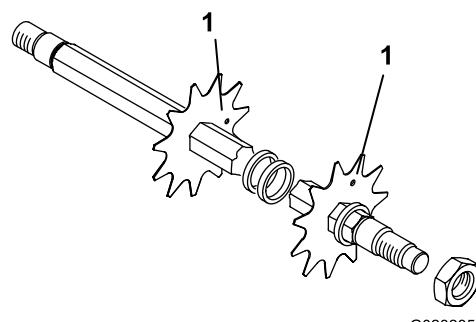

図 6
3. 次のブレードは左回りにシャフトの一面分ずらして合印が面1つ分ずれるように取り付ける図 6。この手順を繰り返して、全部のブレードとスペーサを組み付ける。